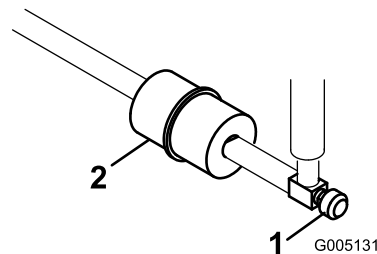

Figura 38
Existe um filtro no interior da tubagem de combustível, situado entre o depósito de combustível e o carburador (Figura 38). O filtro deve ser substituído a cada 800 horas de funcionamento ou com maior frequência se o fluxo de combustível não for o esperado. Certifique-se de que a seta existente no filtro se encontra dirigida para longe do depósito de combustível.
1. Feche a válvula de bloqueio do combustível, liberte o dispositivo de fixação da mangueira que se encontra no carburador, na zona do filtro e retire a tubagem de combustível do filtro (Figura 38).
2. Coloque um recipiente de drenagem debaixo do filtro, liberte os restantes dispositivos de fixação e retire o filtro (Figura 38).